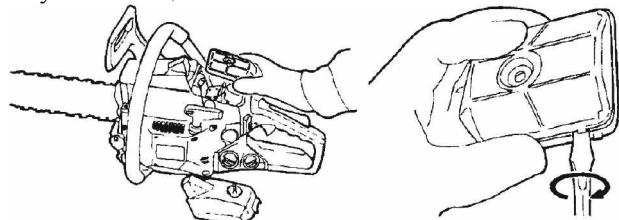

Рис. 20.
1. Воздушный фильтр. См. Рис. 20.